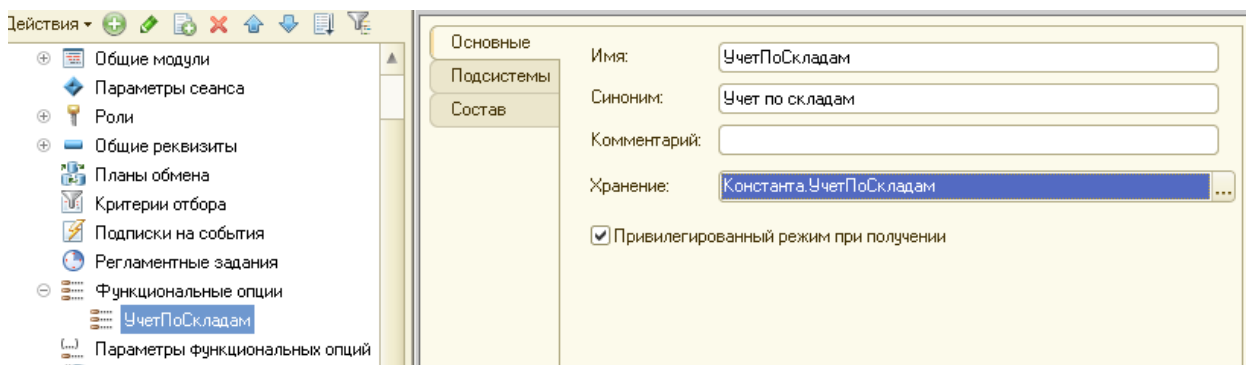

Рисунок 21.2 – Создание функциональной опции
3. Затем создадим новый объект «Функциональные опции» «УчетПоСкладам» (рисунок 21.2).